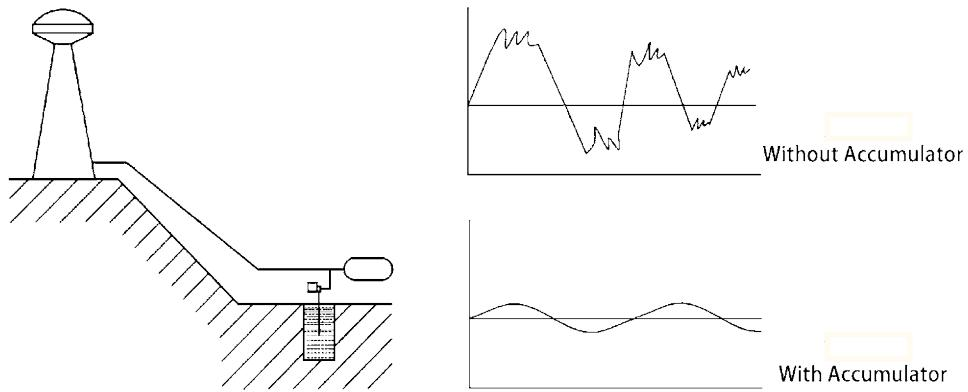

Fig.7
6. El cierre rápido de una válvula de proceso puede generar ondas de presión que se desplazan a través de las tuberías causando golpes de ariete. El uso de un acumulador adecuado puede hacer que la presión vuelva a un valor aceptable. Las aplicaciones típicas son tubería de agua (Fig.7), circuitos de distribución de combustible y aceite, equipos de lavado, etc.
6. Rapid closing of the valve can generate pressure waves which travel through the pipe lines causing water hammer. The use of a suitable accumulator can bring the pressure surge back to an acceptable value. Typical applications are water pipe (Fig.7), fuel and oil distribution circuits, washing equipment etc.